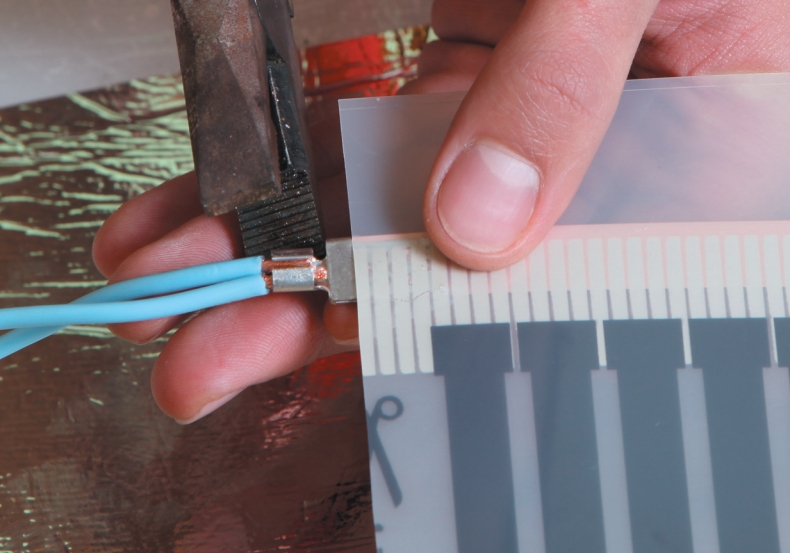

Рис. 16. Надежно зажмите провода в контактном зажиме
- 15. Вложите оголенный провод (или два провода, где это необходимо) в контактный зажим и с усилием зажмите его (их) с помощью пассатижей (рис. 16). Убедитесь, что провод надежно закреплен в контактном зажиме.